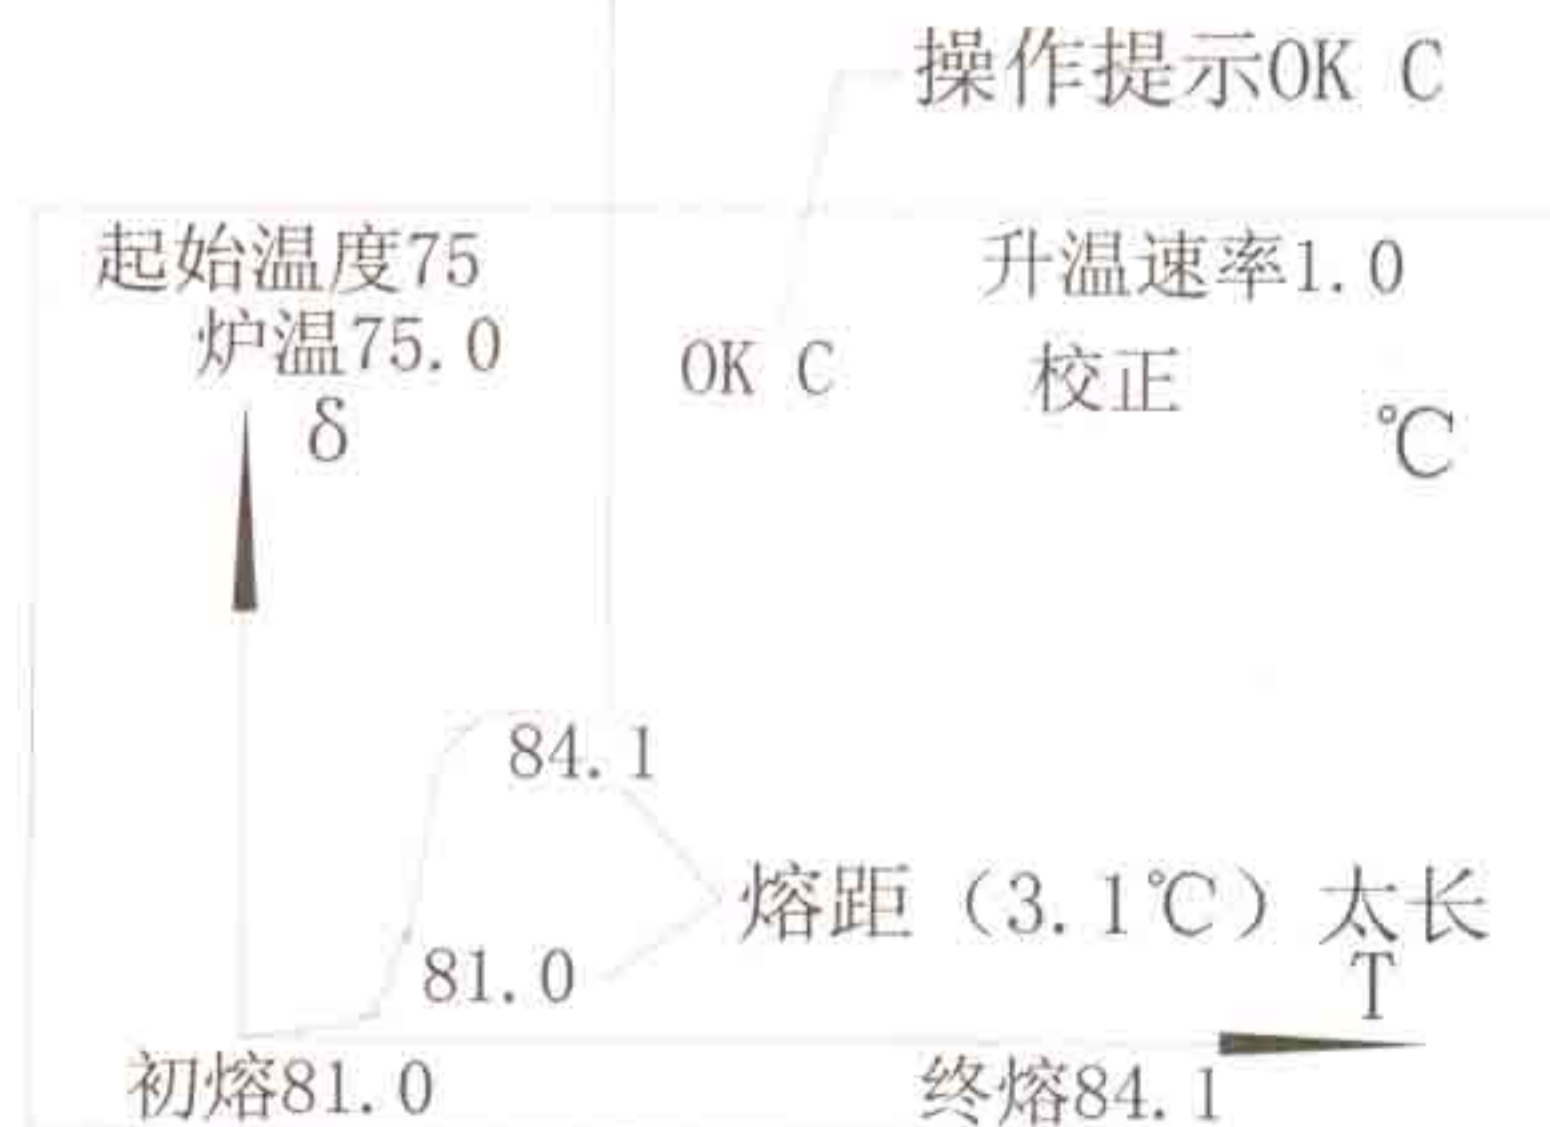

图 14
- ③ 若用户认为本次测量误差很大（熔距不正常）想重新测量该样品，则只能选择 C 而按“清除”键；（见图 14）